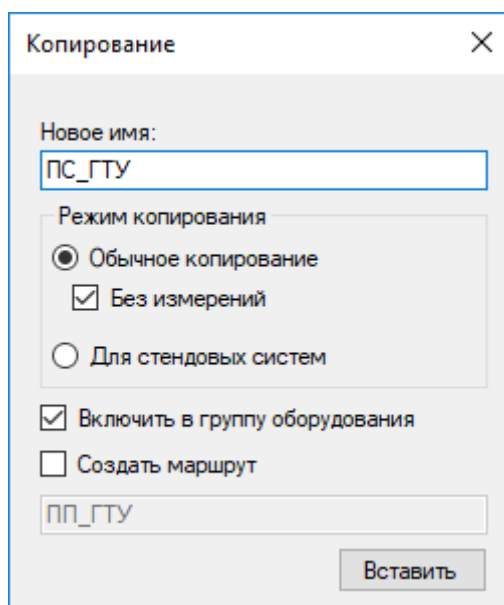

Рисунок 3.6.15
- в открывшемся окне (см. Рисунок 3.6.15) присвоить новое имя вставляемому узлу и нажать кнопку «Вставить»;